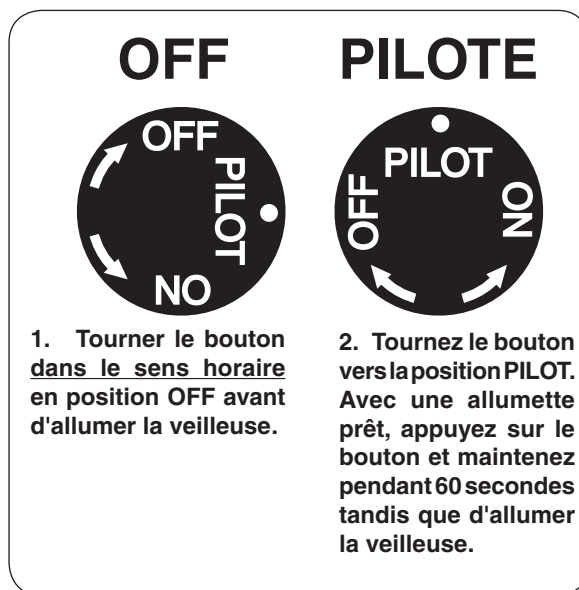

Fig. 22-1 Détail bouton de commande (OFF, PILOTE)
1. Localiser la vanne sur le côté gauche de l'appareil. Appuyer sur le bouton de contrôle du gaz et tourner dans le sens horaire en position **OFF** (Fig. 22-1).
2. Tournez le bouton de réglage dans le sens antihoraire pour **PILOTE** (Fig. 22-1). Appuyez sur le bouton de commande **fermement et pleinement** enfoncée. Tenir un long match de cheminée ou un briquet à proximité du thermocouple pour allumer la veilleuse. Continuez à tenir le bouton de commande pendant environ 60 secondes après que le pilote est allumé, puis relâchez le bouton. Le pilote reste allumé.